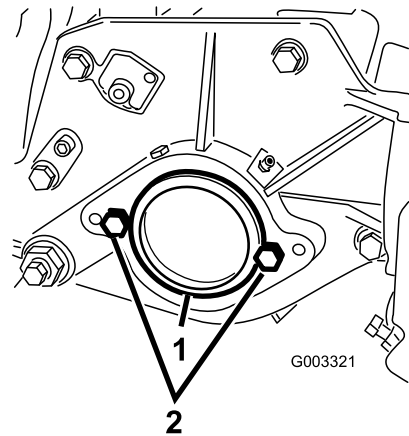

Bild 12
- Nehmen Sie rechts an der Schneideinheit den Plastikstöpsel vom Lagergehäuse ab (Bild 12).
- Nehmen Sie die zwei Kopfschrauben von der rechten Seitenplatte ab (Bild 12).
- Kopfschraube (2)
- Schrauben Sie die zwei Befestigungsschrauben für den Spindelmotor lose an der linken Seitenplatte der Schneideinheit fest (Bild 12).